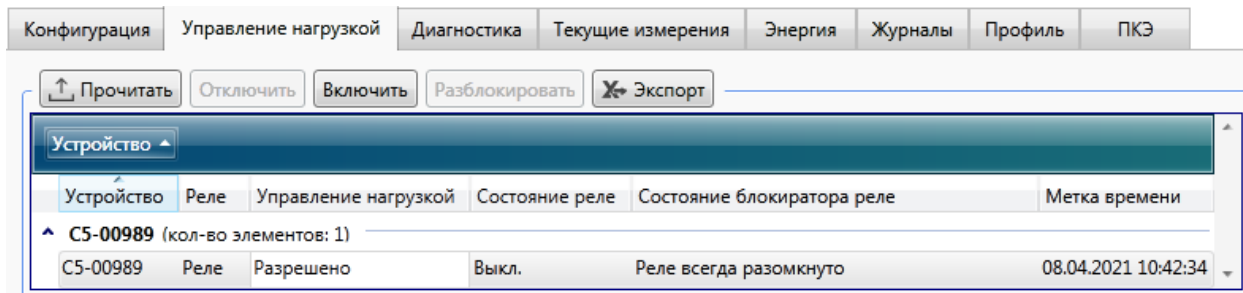

Рисунок 9.58 – Реле заблокировано в разомкнутом состоянии
- реле всегда разомкнуто, в случае если реле было разомкнуто (рисунок 9.58);